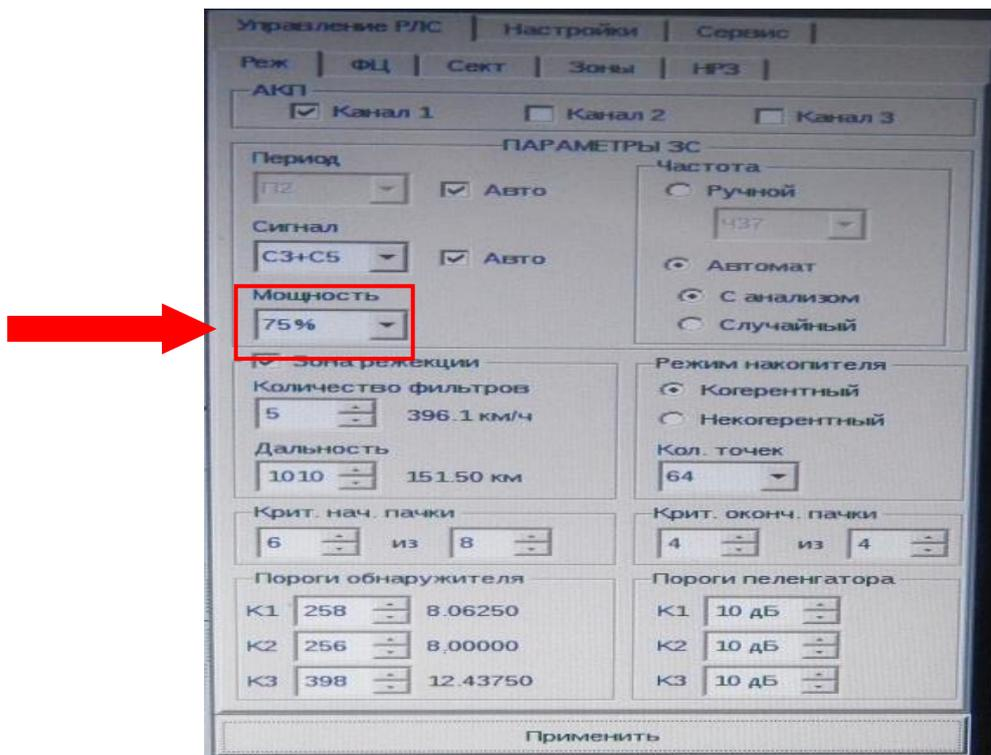

Рис. 2.31. Установка мощности радиолокационной станции
- мощность – 75 % (рис. 2.31);